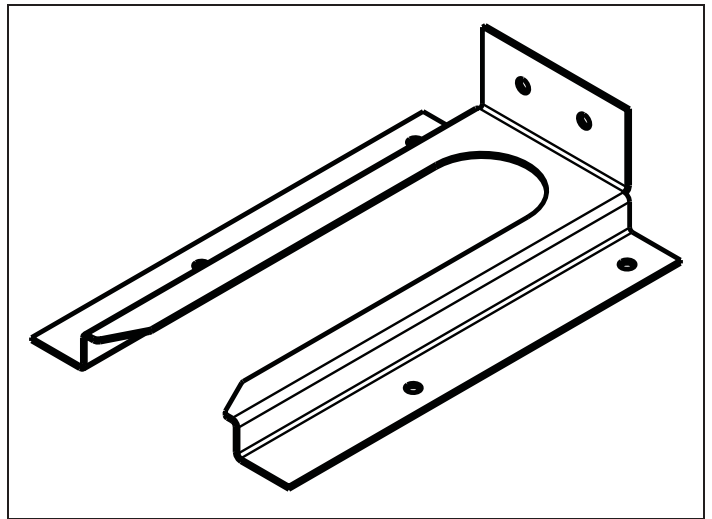
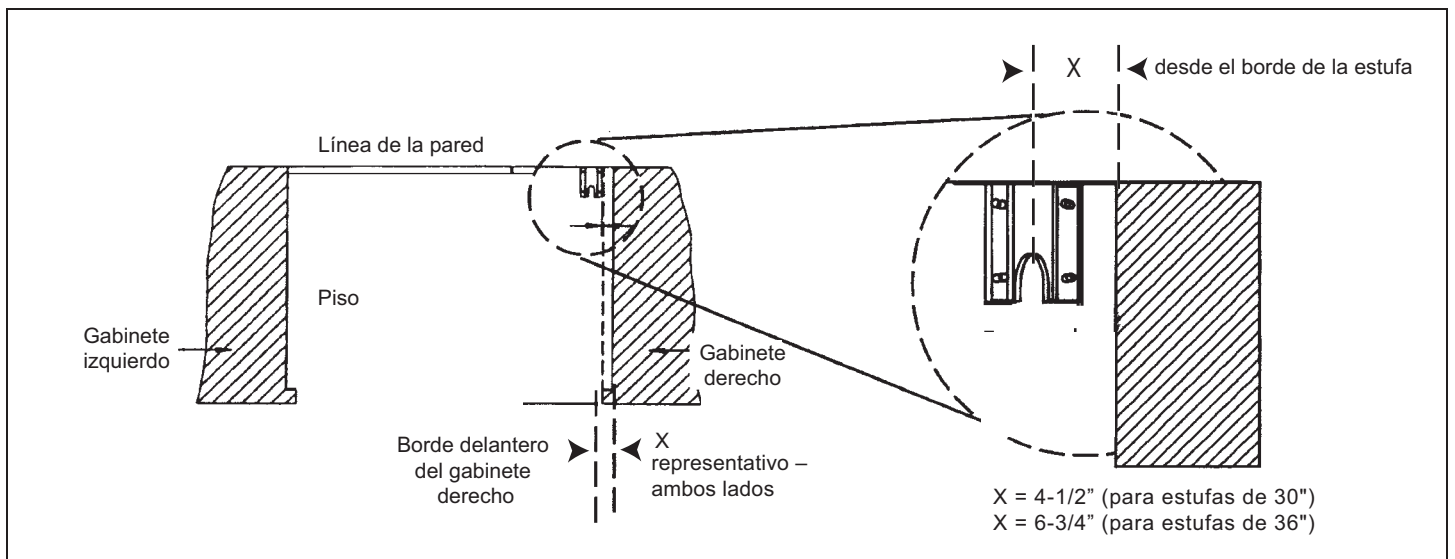

Figura 6: Soporte de antivolcadura
Figura 7: Soporte de Montaje Antivolcadura (vista superior)
Vea Figura 6 y Figura 7.
1. Coloque el soporte sobre el piso en la posición indicada en la Figura 7 (Se puede usar el soporte en cualquier esquina del área de instalación).